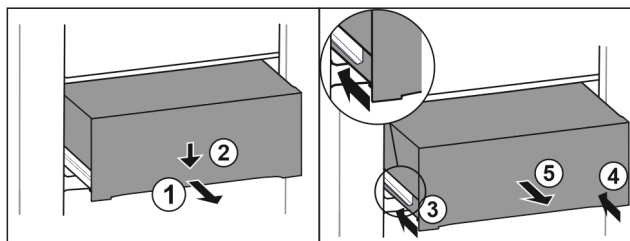

Fig. 77
- ▶ Vytiahnite zásuvku do polovice. Fig. 77 (1)
- ▶ Zatlačte zásuvku na prednej strane smerom nadol. Fig. 77 (2)
- ▶ Zasuňte ľavú koľajničku o cca 2 cm. Fig. 77 (3)
- ▶ Zasuňte pravú koľajničku o cca 2 cm. Fig. 77 (4)
- ▶ Odoberte zásuvku dopredu. Fig. 77 (5)